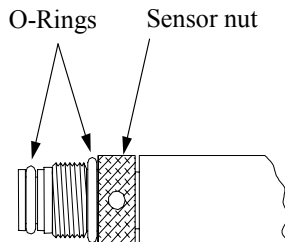

Figure 3.4 Lubrification des joints toriques
4. Appliquez une fine couche de lubrifiant pour joint torique (fourni avec le kit de maintenance YSI 5511) sur les joints toriques du côté du connector du capteur (reportez vous à la Figure 3.4 Lubrification).